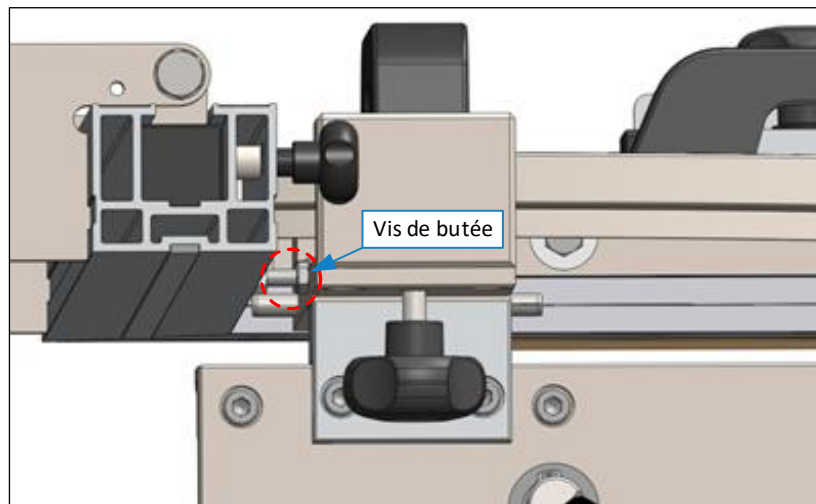

Figure 5 : ajuster DSG-D (2)
2. Faire maintenant pivoter le guide à onglets dans le sens 0 (± 90°) jusqu'à ce que les vis de butée soient en contact (voir ⇒ Figure 5).
En appuyant sur le bouton *****, l'affichage se règle sur la valeur 0,00. Cette opération peut être effectuée à n'importe quel degré de la butée. Pour remettre l'affichage dans sa position initiale (0,00 pour la position 0° resp. 90°), pivoter le guide à onglets contre les vis de butée (⇒ Figure 5), puis appuyer sur le bouton *****.